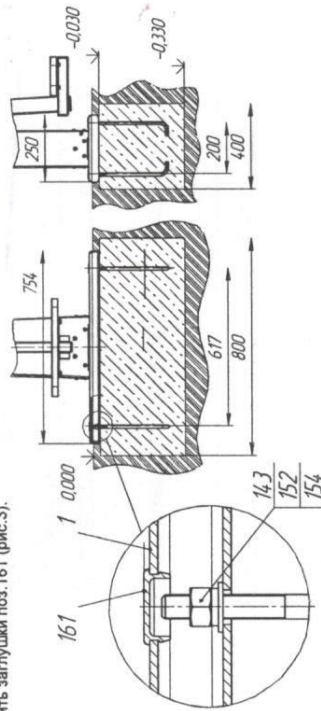

Рис.3
10.3.2 Убедиться в сухости и прочности залитого бетона. Установить тренажер на анкерные болты и закрепить, установив заглушки поз.161 (рис.3).